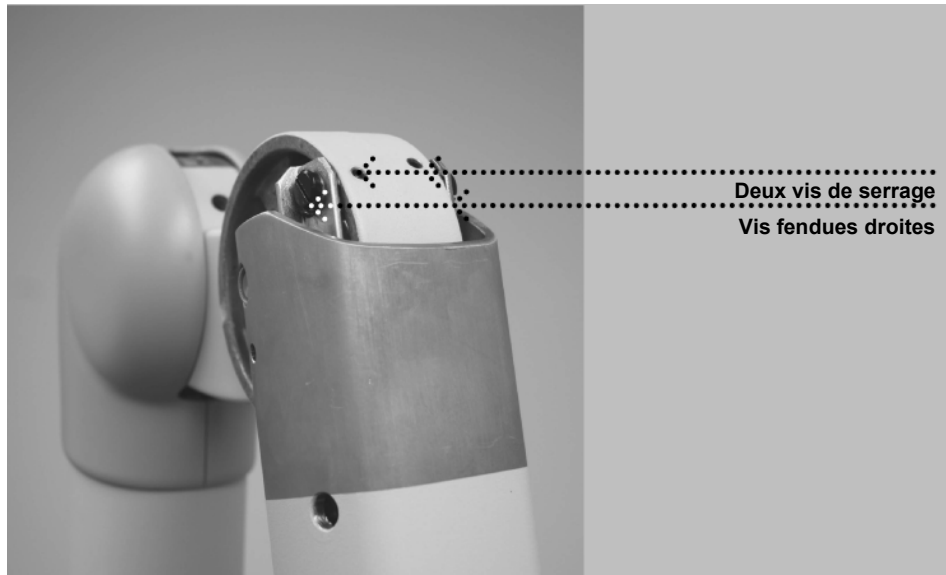

Figure 101
Suivez cette procédure UNIQUEMENT si l'ensemble de rotule ne s'arrête pas de lui-même et vient cogner contre le bras horizontal. Reportez-vous à la *Figure 101* tout en suivant les procédures ci-dessous.
1. Desserrez les deux vis de serrage mises en évidence à la *Figure 101*, sans les retirer complètement.
2. Desserrez les deux vis fendues mises en évidence à la *Figure 101* (la figure ne présente qu'une seule des deux vis, l'autre est située sur le côté opposé du bras) sans les retirer complètement.